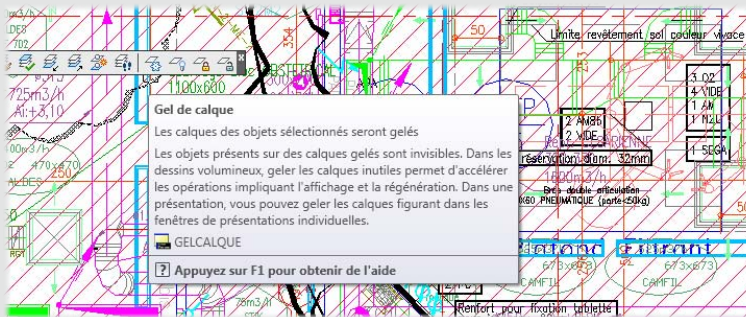

Figure 27
19. Nous utilisons maintenant l'outil Gel de calque, toujours de la barre d'outils Calque II (voir Figure 27).